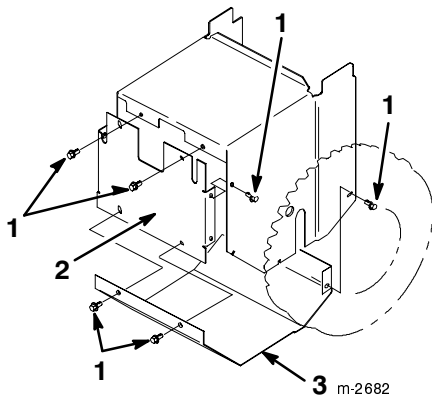

Bild 33
- Entfernen Sie die acht Schrauben, mit denen die hintere und untere Abdeckung befestigt sind und entfernen die Abdeckungen (Bild 33).